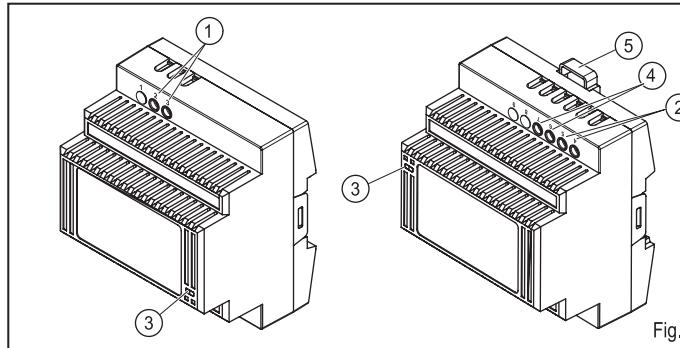

Fig. 1
2. Installation Fig. 1,2
4. Input ①, Fig. 1
5. Output ②, Fig. 1
The 13.8V DC / 27.6V DC connection is made using the “-” and “+” screw connections (see 4 and 5 terminals on Fig. 1). The device is electronically protected against short circuit and idling. The output current is restricted as per the U-I characteristic curve (Fig. 5) in case of short circuit or an overload. The constant available output current can also start strong capacitive loads reliably.
6. Battery connection ④, Fig. 1
Battery connection is made using the “-” and “+” screw connections (see 6 and 7 terminals on Fig. 1). Connect battery minus polarity to the “-” screw connection (6) and battery plus polarity to the “+” screw connection (7). After right battery connection indicator “Vout OK” will light yellow. After AC connection it will light green.
4. Entrée ①, Fig. 1
5. Sortie ②, Fig. 1
Le raccordement 13.8V DC / 27.6V DC se fait par les connexions à visser, bornes “-” et “+” (voir 4 et 5 terminaux sur Fig. 1). Ce produit est protégé électroniquement contre les courts - circuits ainsi que le fonctionnement à vide. L'intensité de sortie est limitée selon la courbe caractéristique U-I (Fig. 5) en cas de court-circuit ou de surcharge. Le courant de sortie toujours disponible permet un démarrage fiable également de fortes charges capacitives.
6. Raccordement de la batterie ④, Fig. 1
Le raccordement de la batterie se fait via les borniers à visser “-” et “+” (voir 6 et 7 terminaux sur Fig. 1). Raccorder le pôle moins de la batterie à la borne “-”(6) et le pôle plus à la borne “+”(7). Une fois la connexion établie, l'indicateur “Vout OK” s'allume en jaune. Il s'allumera en vert quand le raccordement du primaire (secteur) sera fait.